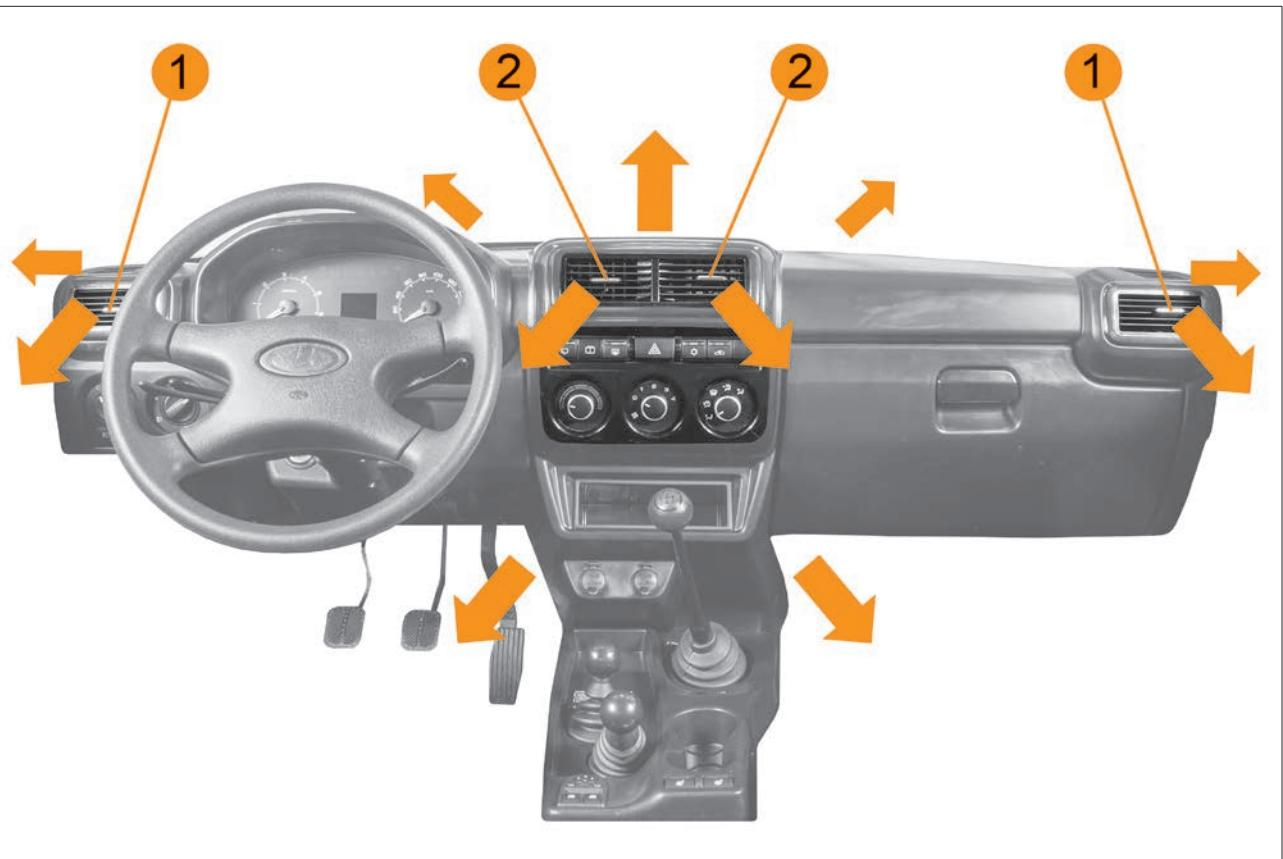

Рис. 26. Дефлекторы отопительно-вентиляционной установки
Рукоятками **1** (рис. 26) регулируется направление воздушного потока в боковых дефлекторах, а рукоятками **2** регулируется направление воздушного потока в центральных дефлекторах.
- рукоятками **1** и **2** (см. рис. 26) отрегулируйте направление воздушных потоков в боковых и центральных дефлекторах в зависимости от желаемого направления;
- рукоятками **1** (см. рис. 26) направить воздушный поток в боковых дефлекторах на соответствующие боковые стекла в зону обзора зеркал заднего вида;
– рукоятками **1** (см. рис. 26) направить воздушный поток в боковых дефлекторах на соответствующие боковые стекла в зону наибольшего обледенения;